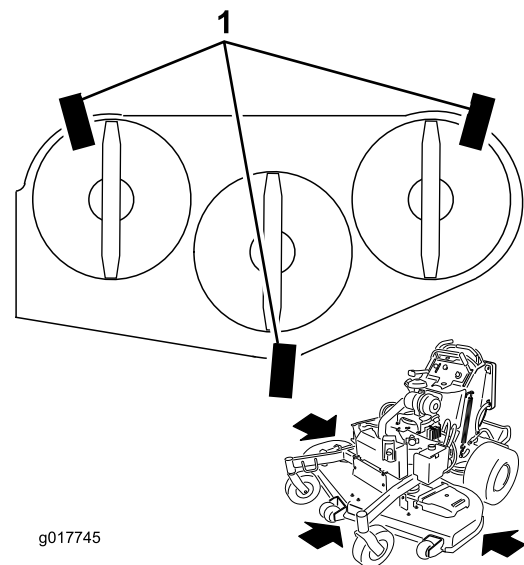

Figure 94
1. Placez 3 cales de 2x4 sous le tablier de coupe comme illustré à la Figure 94.